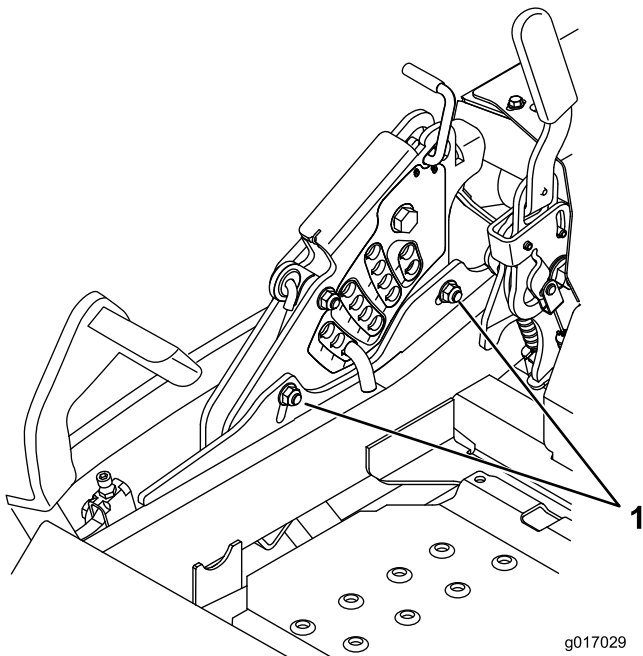

Figura 87
- Para ajustar el sistema de ajuste de un solo punto, afloje los dos pernos situados cerca del borde inferior de la pletina de altura de corte. Consulte Figura 87.
14. Apriete los dos pernos situados cerca del borde inferior de la pletina de altura de corte (Figura 87). Apriete a 37–45 Nm.